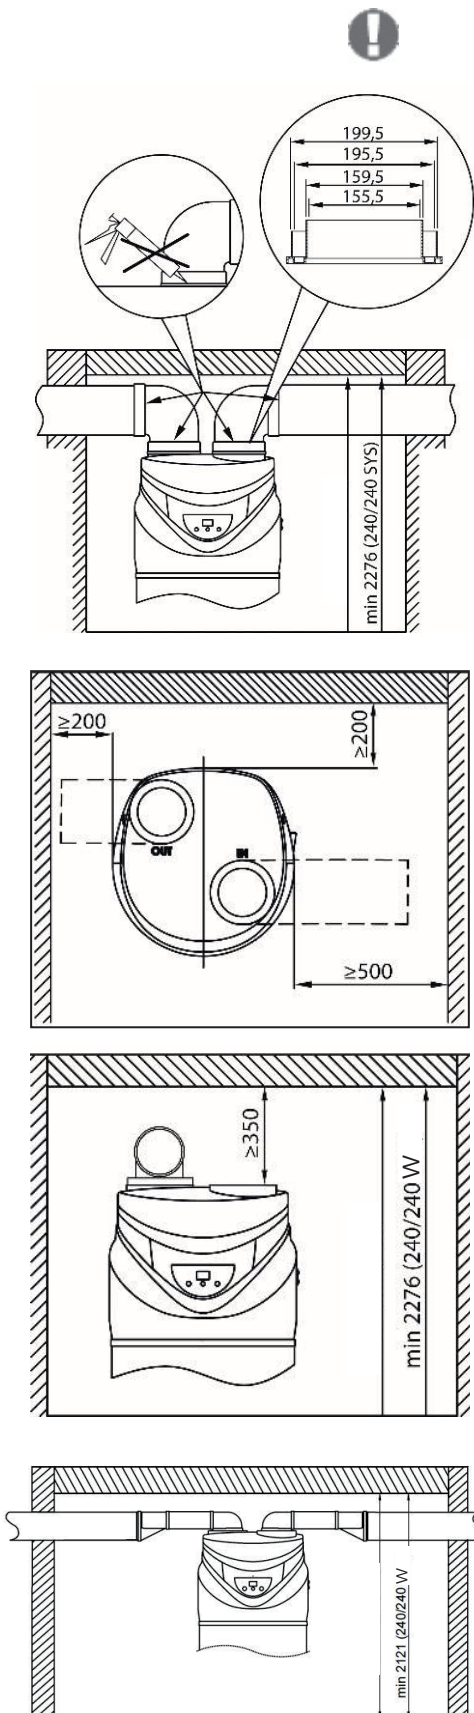

Abb. 4 Abstände
**Beachten Sie bei kanallosen Systemen die in Abbildung 4 angezeigten Abstände von den Wänden.**
Auch bei nicht kanalisierten Geräten ist es empfehlenswert, eine Krümmung an der Luftansaugung zu installieren, um einen Bypass zwischen Ansaugung und Luftableitung (Abb.4) zu vermeiden.
Falls das Gerät mit starren Rohren kanalisiert ist, treffen Sie in der Installationsphase alle notwendigen Massnahmen, um die Wartungsarbeiten sicherstellen zu können (Abb.4)